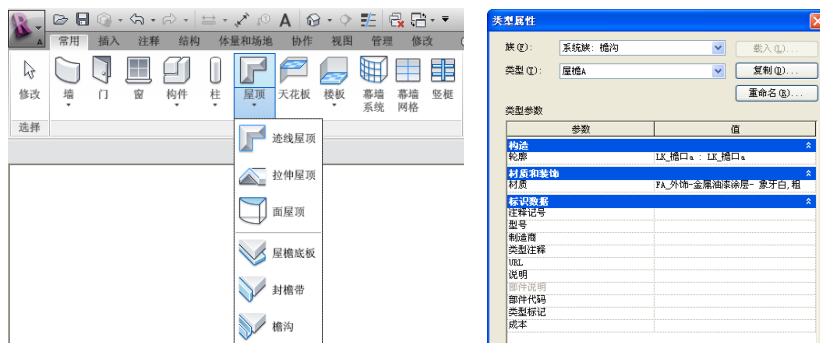

图 5-8
- 8) 回到项目“15\_入口设计”，进入三维视图，点击“常用”选项卡>“构建”面板>“屋顶”工具下方的三角符号，在下拉菜单中选择“檐沟”命令，点击类型属性，新建墙饰条类型“屋檐 A”，设置其轮廓为“LK\_檐口 a”，材质为“FA\_外饰-金属油漆涂层- 象牙白，粗面”，单击“确定”完成定制（如图 5-8 所示）。